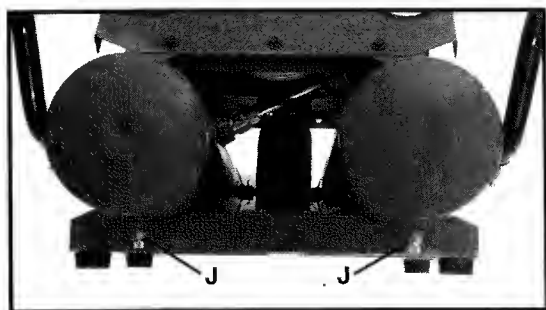

Fig. 4
Soupape de vidange (J) Fig. 4 : La soupape de vidange situé à la base de chaque réservoir d'air sert à vidanger l'eau de condensation après chaque usage.
- Ouvrez une des soupapes de vidange (J) Fig. 4 à fond pour empêcher toute montée en pression du réservoir.
11. Vidangez l'eau des **deux** réservoirs. Tournez les **deux** soupapes de vidange (J) Fig. 4 en sens anti-horaire pour les ouvrir.